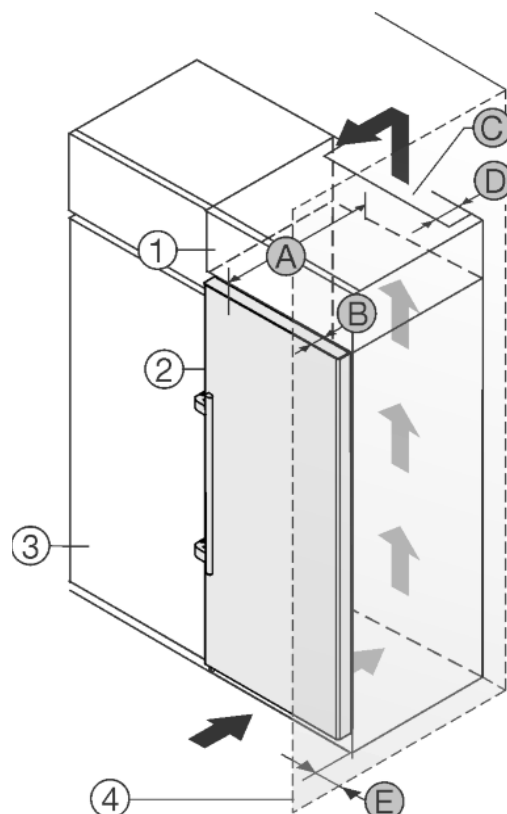

Fig. 21
Устройство может быть окружено кухонными шкафами. Чтобы уравнять устройство Fig. 21 (2) по высоте с кухонной стенкой, можно установить над устройством дополнительный шкафчик Fig. 21 (1).
Установить устройство можно непосредственно рядом с кухонным шкафом Fig. 21 (3). Чтобы можно было полностью открыть дверь, устройство должно выступать на глубину Fig. 21 (B) относительно передней стенки кухонного шкафа. В зависимости от глубины кухонных шкафов и использования пристенных распорок устройство может выступать и больше.
- На задней стенке дополнительного шкафчика должен быть вентиляционный канал с глубиной Fig. 21 (D) по всей ширине этого шкафа.
- Нужно соблюдать вентиляционное отверстие Fig. 21 (C) под нижней панелью.
Если устройство установлено на шарнирах у стены *Fig. 21 (4)*, то нужно соблюдать расстояние *Fig. 21 (E)* между устройством и стеной. Настолько выступает ручка при открытой дверце.